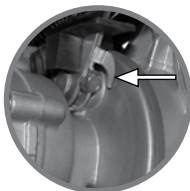

Imagen 8. Desgaste del freno trasero.
3. Verificar que el indicador de desgaste no alcance la línea de desgaste. Ver imagen 8.